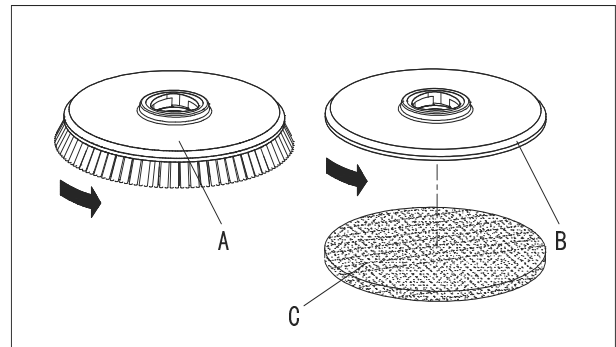

Abbildung 5
Installieren Sie entweder die Bürste (A, Abb. 5) oder den Pad-Halter (B und C, Abb. 5) entsprechend der Art des zu reinigenden Bodens.
1. Stecken Sie den Zündschlüssel (54) ein und schalten Sie auf "O".
2. Heben Sie das Deck an, indem Sie das Pedal (10) drücken.
3. Falls bestückt, drehen Sie den Geschwindigkeitsregler (56) auf Leerlauf, indem Sie ihn gegen den Uhrzeigersinn drehen.
4. Platzieren Sie die Bürsten (A, Abb. 5) oder den Pad-Halter (B) unterhalb des Decks (21).
5. Senken Sie das Deck auf den Bürsten/Pad-Halter, indem Sie das Pedal (10) drücken.
6. Drehen Sie den Zündschlüssel (54) auf "I".
7. Drücken Sie den Bürsten-/Pad-Halter und den Vakuumsystem-Schalter (60).
8. Drücken Sie einen der Bürsten/Vorwärtsgang-Schalter (50), um den Bürsten/Pad-Halter einzulegen, dann lassen Sie ihn los. Falls erforderlich, wiederholen Sie den Vorgang, bis der Bürsten/Pad-Halter aktiviert ist.